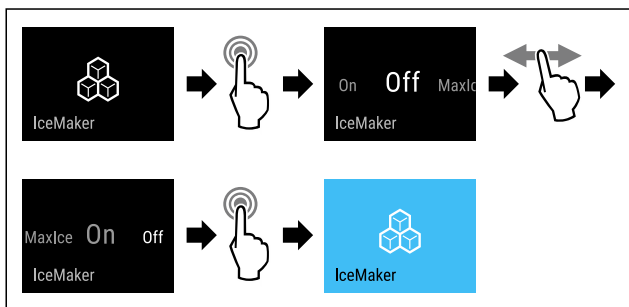

Fig. 19
- ▶ Stappen (zie Fig. 19) uitvoeren.